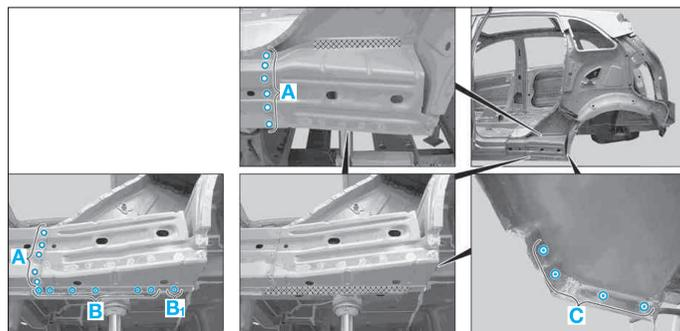

FIG. 107
- Percer (Ø 6,5 mm) les points de soudure sur la doublure de bas de caisse dans la zone A (Fig.107).